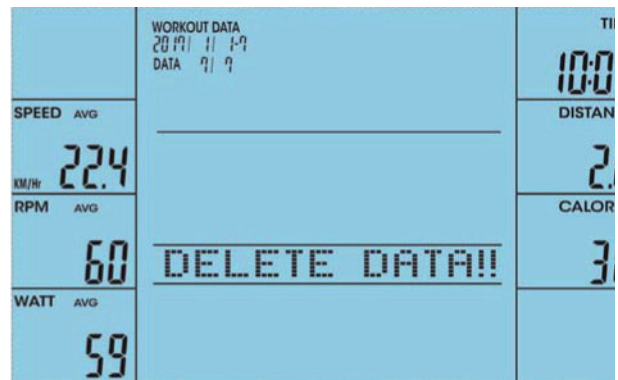

Abb. 58
2. Wählen Sie die Daten und drücken Sie SAVE/DELETE. Bestätigen Sie die Löschung der Daten mit ENTER (Abb. 58).